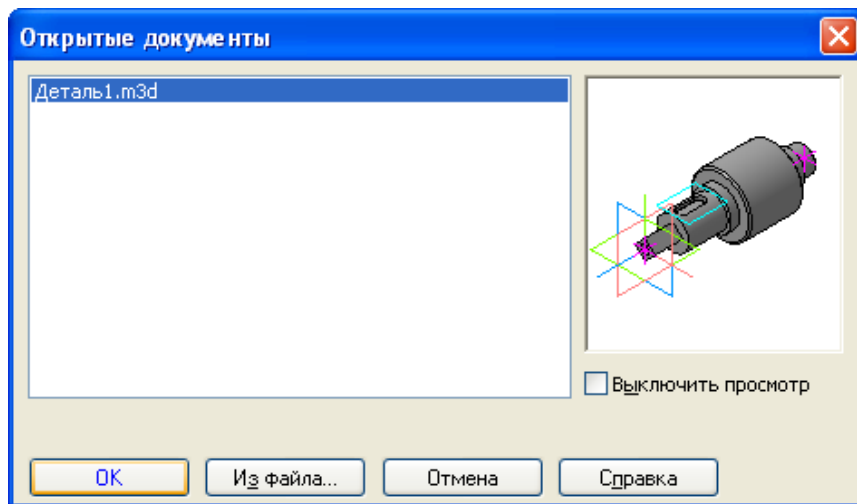

Рис. 3.
7. В открывшемся окне выберите файл с моделью, для которой будет создан ассоциативный чертеж (рис. 3). Нажмите *ОК*.